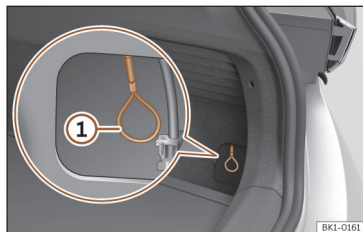

Fig. 73 Derrière le cache : déverrouillage d'urgence du connecteur de charge.
- Tirez sur la boucle de déverrouillage manuel d'urgence >>> **fig. 73** . Le connecteur de charge peut être retiré >>> .